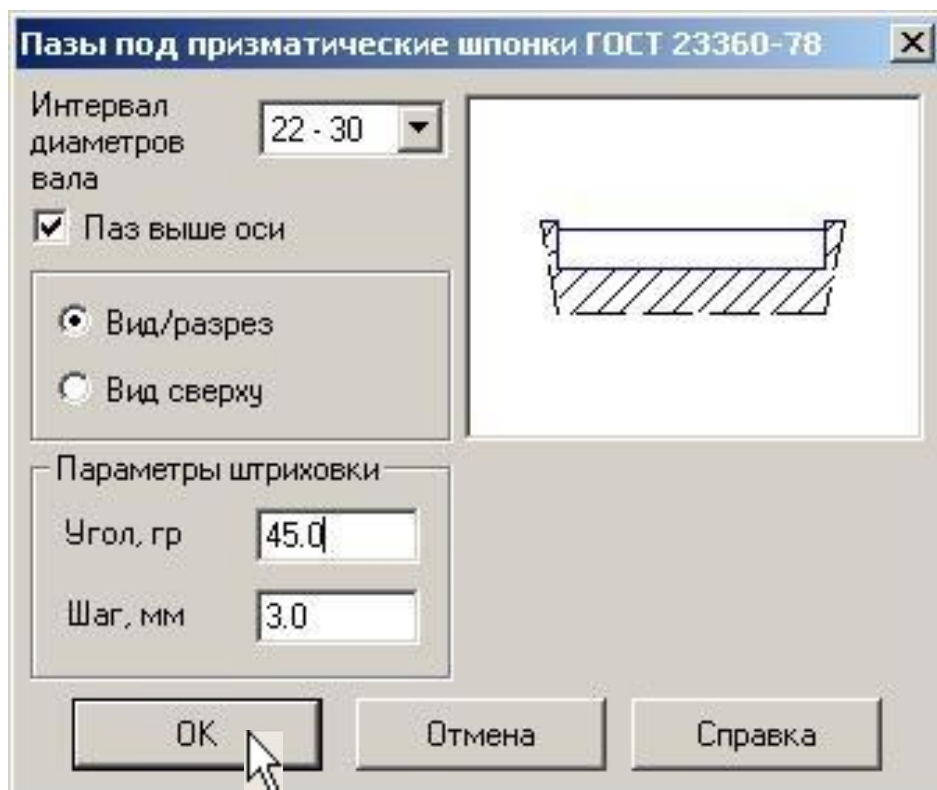
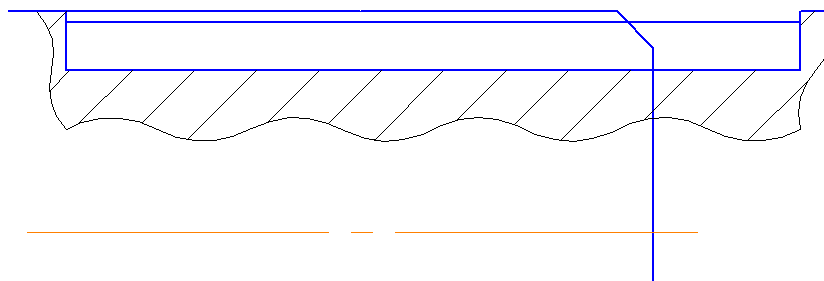
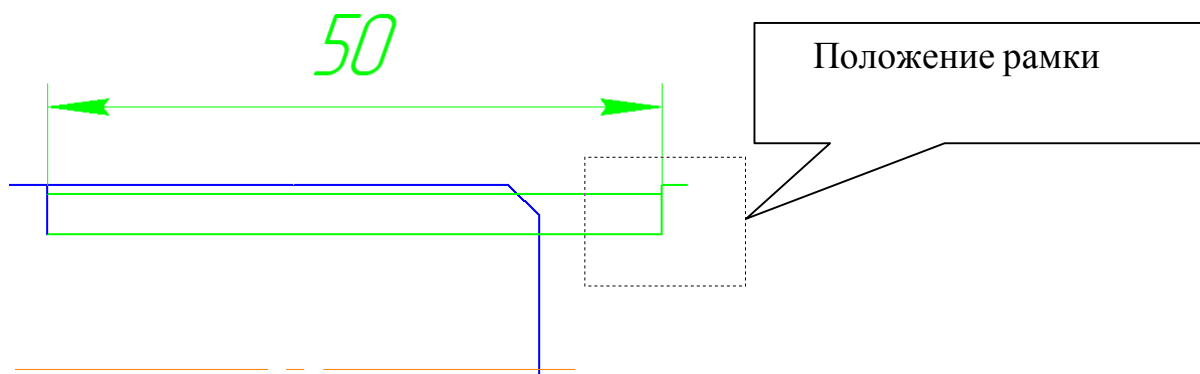
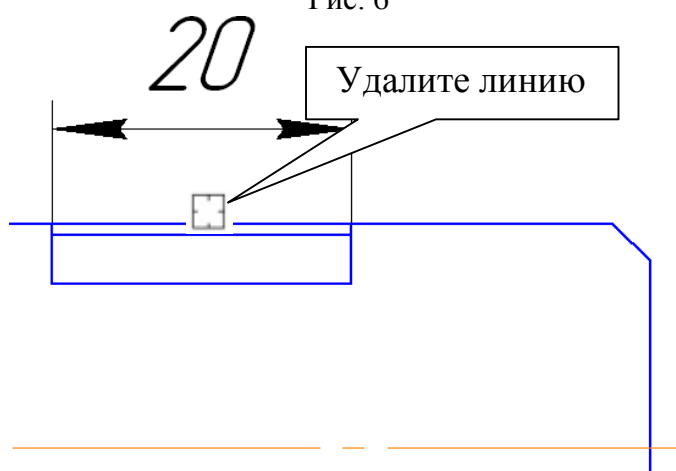

Рис. 4
Рис. 5
Рис. 6
Рис. 7
4. Для выполнения шпоночных пазов подключите *Конструкторскую библиотеку* в разделе *Машиностроение* и выберите *Шпоночный паз ГОСТ 23360-78*. Установите параметры паза согласно рис. 4, вставьте в чертеж с координатами базовой точки (150, 15) и углом наклона «0°». Чертеж примет вид согласно рис. 5. Измерьте длину паза командой *Расстояние между 2 точками*  на панели *Измерение* . Если длина паза не равна 20 мм, измените ее. Для этого выделите вставленный в чертеж паз, разрушьте макроэлемент командой *Разрушить* из меню *Редактор*, удалите штриховку и волнистую линию. Подключите команду *Деформация сдвигом*  на панели *Редактирование* , выделите рамкой согласно рис. 6 часть паза и выполните сдвиг по Х на величину «-30» (для данного примера). Удалите лишнюю линию командой *Усечь кривую*  на панели *Редактирование* , рис. 7.